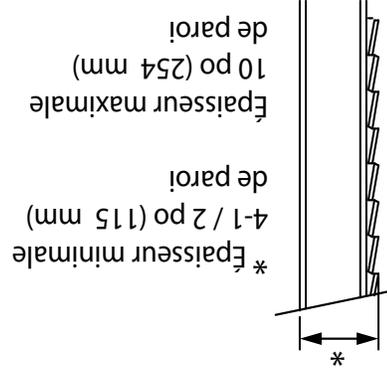

Figure 26
26. Mesurer l'épaisseur du mur comme indiqué sur la figure 26.